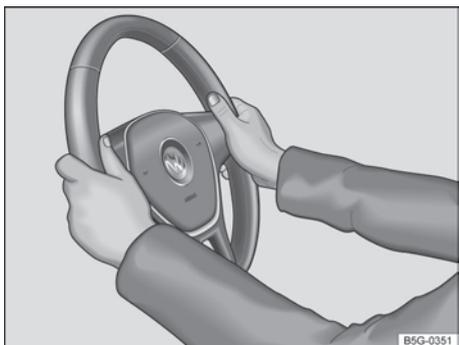

Fig. 80 No volante: posição de nove e três horas.
- Ajustar o volante de forma que possa ser segurado lateralmente com ambas as mãos, com os braços ligeiramente arqueados, na borda externa, na *posição das nove e três horas* → Fig. 80.
- Durante a condução, sempre segurar o volante com ambas as mãos lateralmente na borda externa na *posição de nove e três horas* → Fig. 80 para reduzir ferimentos causados por um possível acionamento do airbag frontal do condutor.